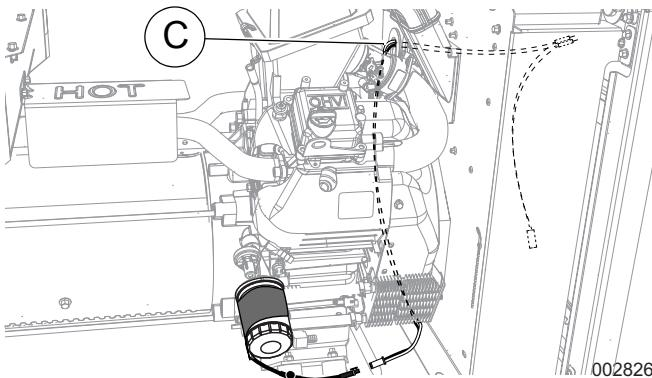

Figure 7. Acheminement des fils du réchauffeur (modèles de 11 à 22 kW)
3. Branchez le connecteur sur l'une des prises du faisceau de fils en Y (B).
4. Voir la **Figure 7**. Faites passer les fils et la prise non utilisée du faisceau de fils en Y sous le moteur, puis dans l'œillet (C) de la cloison du moteur.